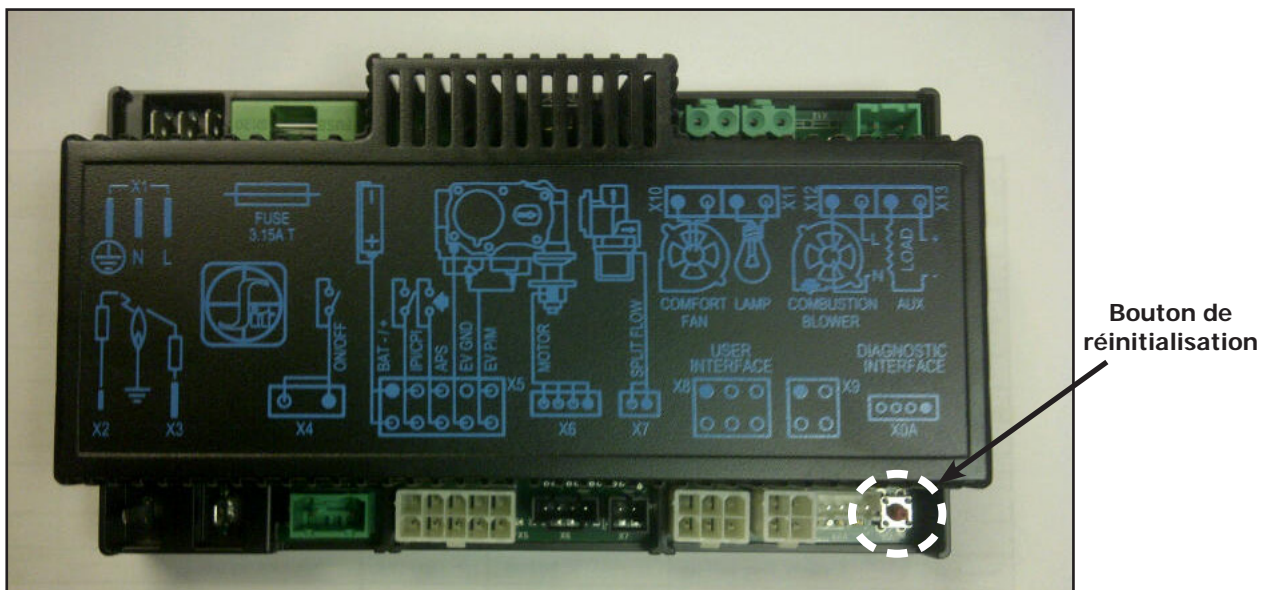

Figure 5: Contrôleur de cheminée intégré
L'IFC est le contrôleur principal de votre système de commande de foyer connu sous le nom de Proflame 2. Cet appareil contrôlera tous les aspects du foyer en recevant les commandes de la télécommande. Ce contrôleur est alimenté par 120 VAC mais peut également fonctionner avec une batterie de secours (4) AA en cas de panne de courant. Seule la commande du brûleur principal peut être utilisée pendant le fonctionnement avec la batterie de secours ; les composants auxiliaires, tels que le ventilateur de convection, ne peuvent pas être utilisés. Utilisez le bouton de réinitialisation (voir Figure 5) pour synchroniser l'émetteur à distance avec l'IFC pour la première fois après le remplacement des piles.
Installez les quatre (4) piles AA fournies dans le porte-piles IFC. La télécommande doit provenir du fabricant avec les piles déjà installées. Appuyez sur le bouton de réinitialisation de l'IFC (voir Figure 5) et écoutez les trois (3) bips. Appuyez sur la touche ON de la télécommande et écoutez une autre séquence de bips. Une fois la commande acceptée, le système est initialisé et prêt à l'emploi.